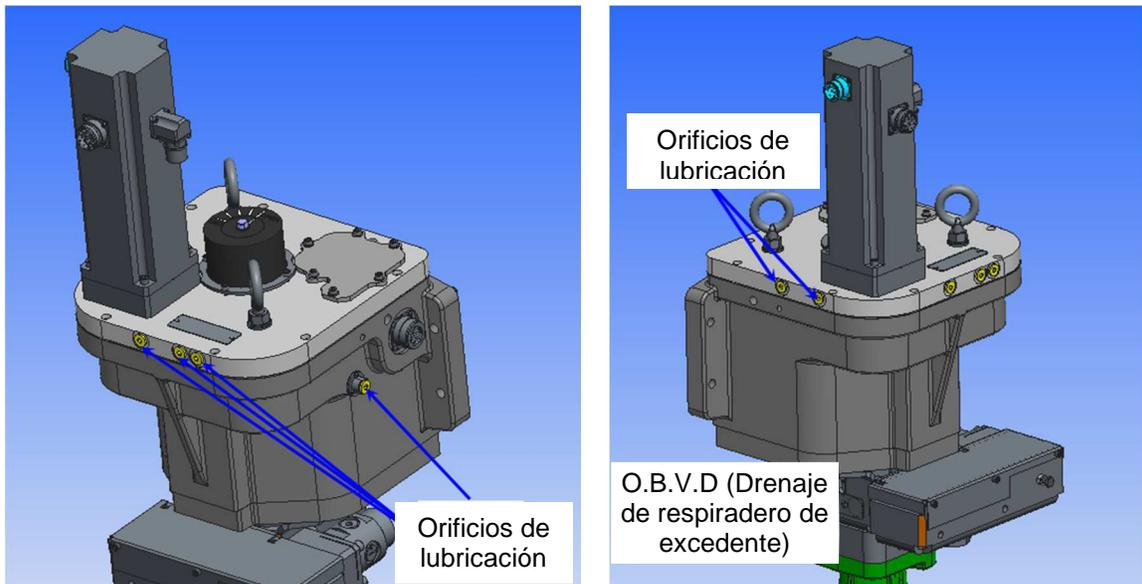

Figura 4-1. Orificios de lubricación
2. Retire cada uno de los 6 tapones de los orificios de lubricación (retire solo uno a la vez durante todo el procedimiento y repita para los tapones restantes hasta que se completen los 6) con una llave hexagonal de 3/16 de pulgada (Figura 4-1).
4. Conecte el conector de la rosca de la jeringa de grasa al puerto de grasa del cojinete roscado. El accesorio debe estar completamente asentado (Figura 4-1).